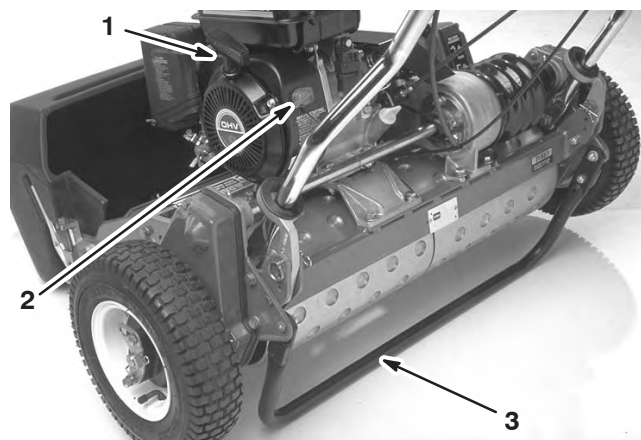

Figure 23
## Commande marche/arrêt (Fig. 23)
## Démarreur à lanceur (Fig. 23)
## Béquille (Fig. 23)
3. Placez la commande marche/arrêt (Fig. 23) en position marche.